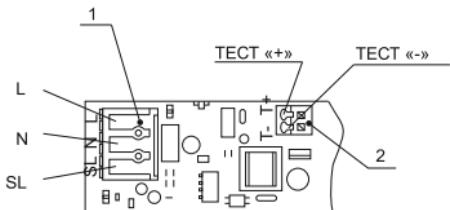

Рисунок 3
5.5.3 Ввести через сальник сетевой кабель внутрь светильника и подключить подготовленные концы к контактным зажимам клеммной колодки 1 (рисунок 3) согласно маркировке:
- к контактному зажиму (L) – фазный проводник сети (коричневый проводник);
- к контактному зажиму (N) – нейтральный проводник сети (синий проводник).
5.5.5 Подключение светильника к устройству дистанционного тестирования и управления производить к клеммной колодке 2 (рисунок 3) с соблюдением полярности «T+» и «T-».